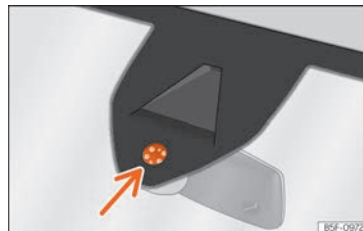

Abb. 138 Sensitive Fläche des Regensensors.
Mögliche Ursachen für Störungen und Fehlinterpretationen im Bereich der sensitiven Fläche » Abb. 138 des Regensensors sind u. a.:
- Sensitive Fläche des Regensensors regelmäßig reinigen und Wischerblätter auf Beschädigungen prüfen » Abb. 138 (Pfeil).